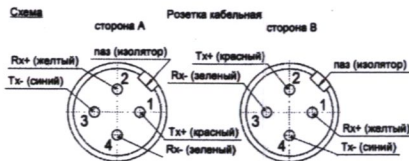

Рисунок 7
3.1 Выбрать схему монтажа в зависимости от стороны кабеля (рисунок 7).